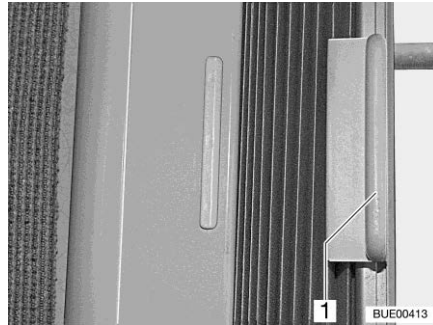

Fig. 37 Dispositif occultant plissé
- Tenir le dispositif occultant plissé par la poignée (Fig. 37,1) et pousser vers la gauche ou la droite.